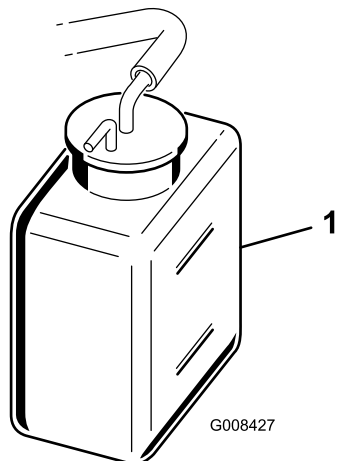

Figura 28
- Controllate il livello del refrigerante (Figura 28).